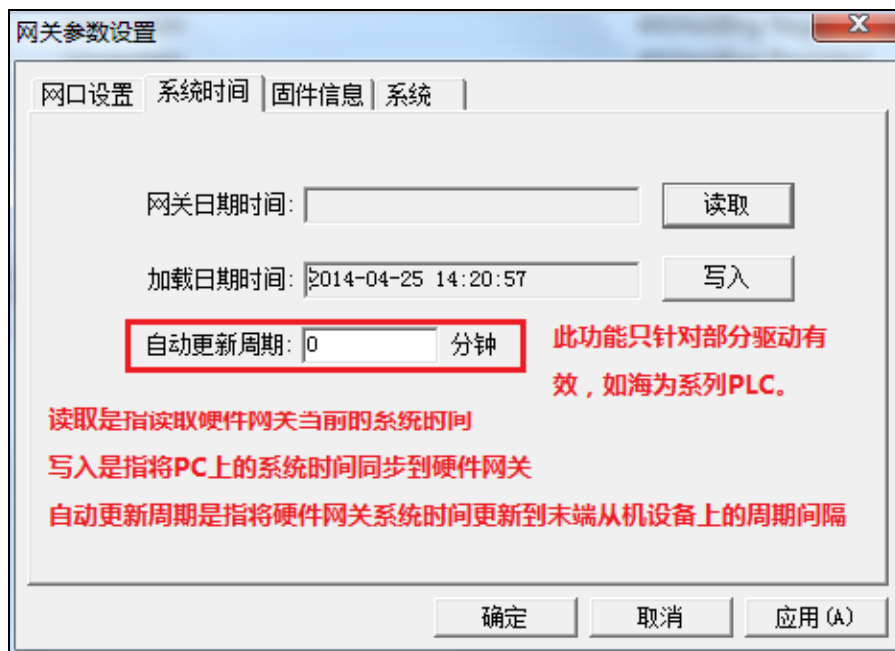

图 3-10-4 系统时间设置
**系统时间：**能够读取硬件网关当前系统时间，如果时间与正常时间不匹配，可以点击“加载”功能刷新硬件网关系统时间，自动更新周期是指将硬件网关的系统时间更新到底层末端设备上的周期间隔，如图 3-10-4 所示。